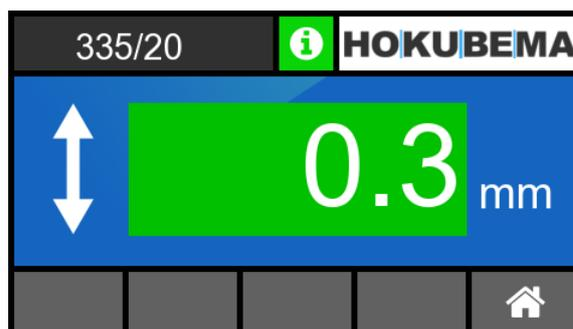

Figure 39 : la prise de copeaux doit être calibrée
- Si ce n'est pas le cas (voir l'exemple sur ⇒ Figure 39), l'unité doit être calibrée à nouveau.
- Pour remettre l'affichage à la valeur de calibrage de 0,0 mm, il faut appuyer 1 fois sur le bouton « **Set** » → L'affichage revient au mode normal (voir ⇒ Figure 39) et indique maintenant 0,0 mm.
- Appuyez ensuite sur le bouton « **Set** » pour calibrer l'affichage à la nouvelle valeur définie. → L'affichage revient au mode normal (voir ⇒ Figure 39) et indique maintenant 0,0 mm.